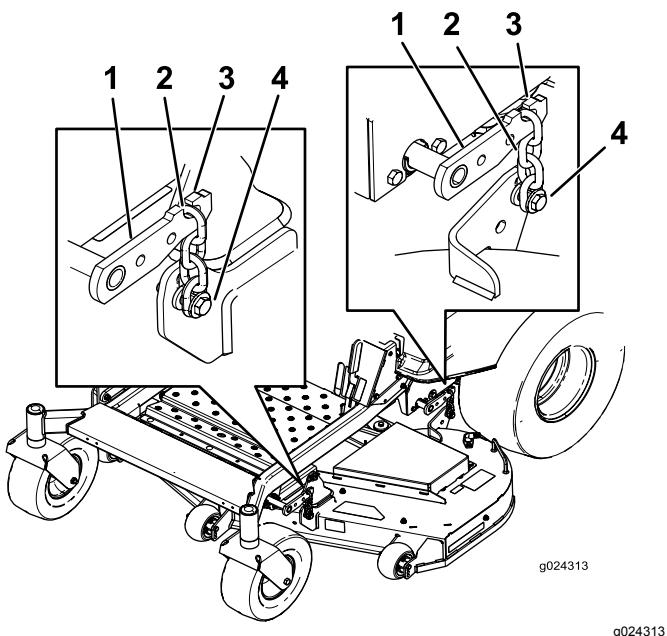

Figura 67
- 2. Retire las cadenas de los ganchos de los brazos de elevación de la carcasa (Figura 67).
6. Eleve la parte trasera de la carcasa de corte y conecte las cadenas a los brazos de elevación traseros (Figura 67).
7. Conecte las cadenas delanteras a los brazos de elevación delanteros (Figura 67).